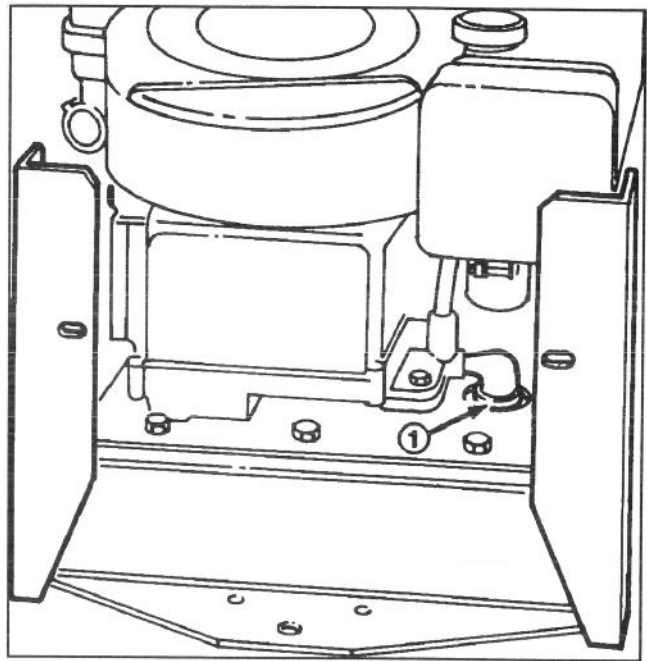

Abbildung 15
- B. Den Motor abstellen und eine Auffangwanne unter die Ablassschraube (Abb. 15) stellen. Die Ablassschraube entfernen und das Öl in die Wanne ablaufen lassen. Wenn kein Öl mehr fließt, die Ablassschraube wieder einsetzen.